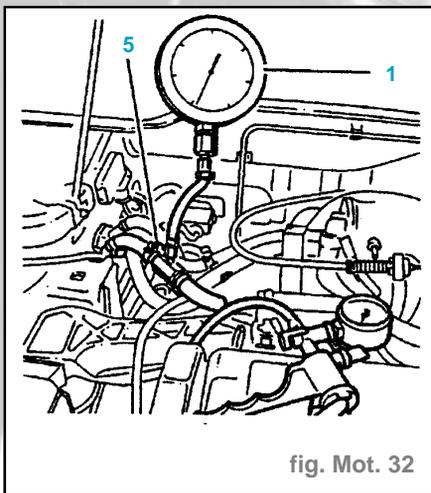

fig. Mot. 32
- Raccorder le manomètre à l'aide du raccord et du té (fig. Mot. 32).